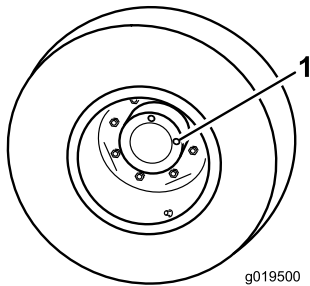

Figure 59
1. Amenez la machine sur une surface plane et horizontale, tournez la roue de sorte qu'un bouchon de contrôle (Figure 59) soit à la position 12 heures et l'autre à la position 3 heures.
1. Bouchon de contrôle (2)
2. Retirez le bouchon qui est à la position 3 heures (Figure 59). Le niveau d'huile doit atteindre le bas de l'orifice de contrôle.